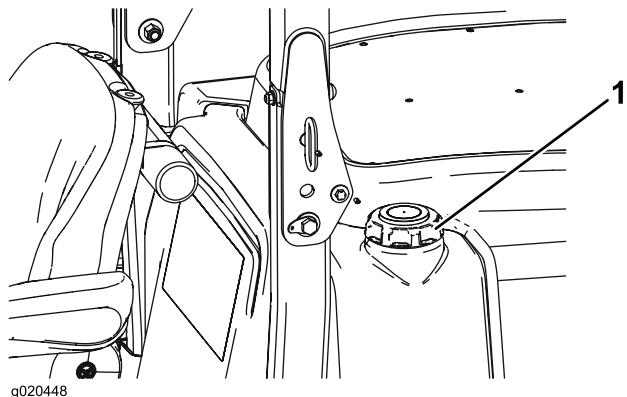

Figura 10
3. Retire a tampa do depósito de combustível (Figura 10).